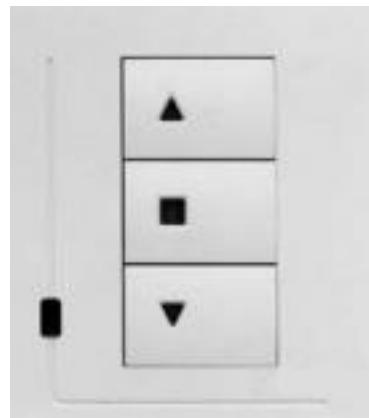

Рисунок 3.1 Контроллер управления.
3. Для включения режима программирования нажмите на контроллере все три кнопки на 4 секунды – светодиоды начнут мигать поочередно (рис. 3.1). Для возврата в обычный режим нажмите и удерживайте кнопку стоп до тех пор, пока светодиоды не перестанут мигать.
5.2.2 Дождаться готовности изделия – на контроллере управления загорится красный светодиод (рис.3.1).
5.5.1 Управление проекционным оборудованием осуществлять кнопками на панели управления (см. рисунок 3.1).
5.5.2 Включение питания видеопроекционного оборудования и опускание проекционного экрана осуществлять кратковременным нажатием кнопки «Вниз ▼» (см. рисунок 3.1).
5.5.3 После того, как проекционный экран полностью опустится, необходимо нажать на кнопку «Стоп ■» (см. рисунок 3.1).
5.5.4 Выключение питания видеопроекционного оборудования и подъем проекционного экрана осуществлять кратковременным нажатием кнопки «Вверх ▲» (см. рисунок 3.1).
5.5.5 После того, как проекционный экран полностью поднялся, необходимо нажать на кнопку «Стоп ■» (см. рисунок 3.1).